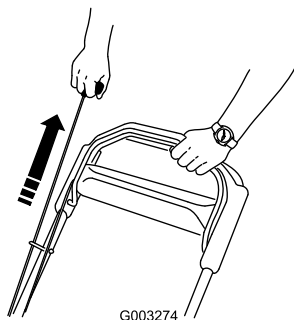

Figura 14
3. Tire del arrancador de retroceso (Figura 14).